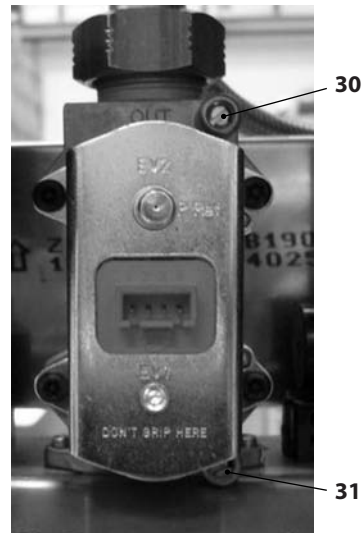

Figura 7.1
Con la caldera apagada (fuera de servicio), compruebe la presión de alimentación usando la toma 31 en la Figura 7.1 y compare el valor indicado con los mostrados en la tabla Presiones de alimentación de gas de la sección "Datos técnicos M295.24CM/..." en la pág. 22 y "Datos técnicos M295.28CM/...", pág. 25.
- Vuelva a cerrar bien la toma de presión 31 en la Figura 7.1.
- Abra la toma de presión 30 en la Figura 7.1 y conecte un manómetro.